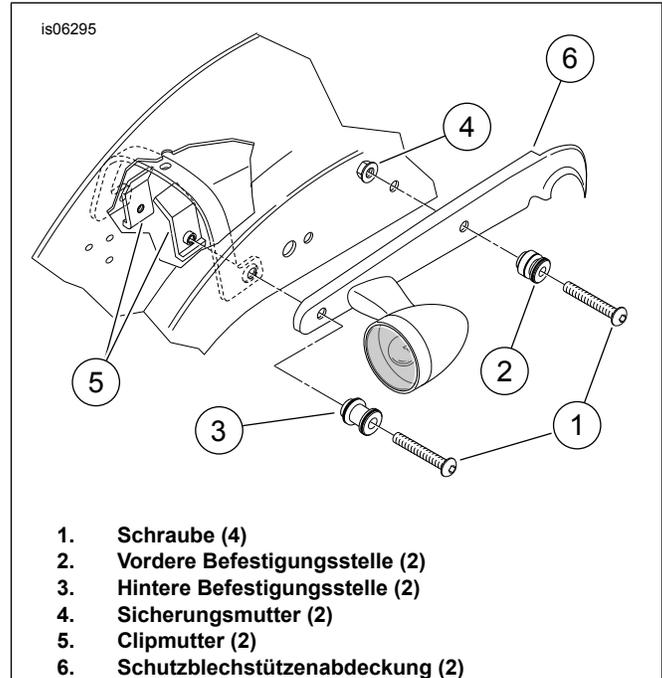

Abbildung 1. Hintere Schutzblechstütze
1. Siehe Abbildung 1. Die vordere Schraube (1) und die Sicherungsmutter (4) von der hinteren Schutzblechstützenabdeckung (6) entfernen. Die Schraube entsorgen. Die Original-Sicherungsmutter entsorgen.
2. Die hintere Schraube (1) und die Clipmutter (5) von der Hinterrad-Schutzblechstützenabdeckung abnehmen; dabei jeweils die Ausrichtung der Clipmutter an der Innenseite der Schutzblechstütze notieren. Die Schraube entsorgen, aber die Clipmutter aufbewahren.
3. Die hinteren Blinker nach den Anleitungen im Werkstatthandbuch im Umbausatz von den hinteren Schutzblechstützenabdeckungen (6) abnehmen und umbauen.